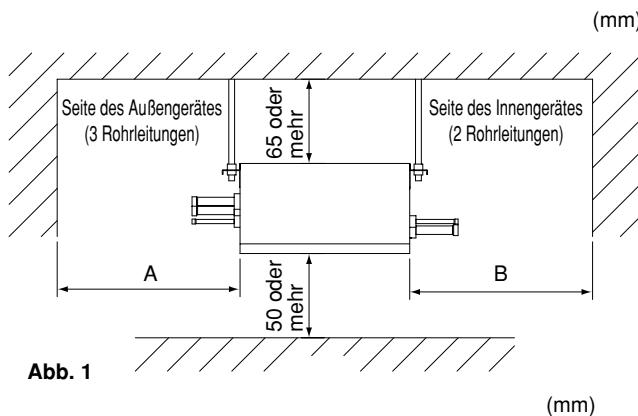

Abb. 1
- Wo ausreichender Platz für Installation und Wartung gewährleistet ist. (**Siehe Abb. 1**)